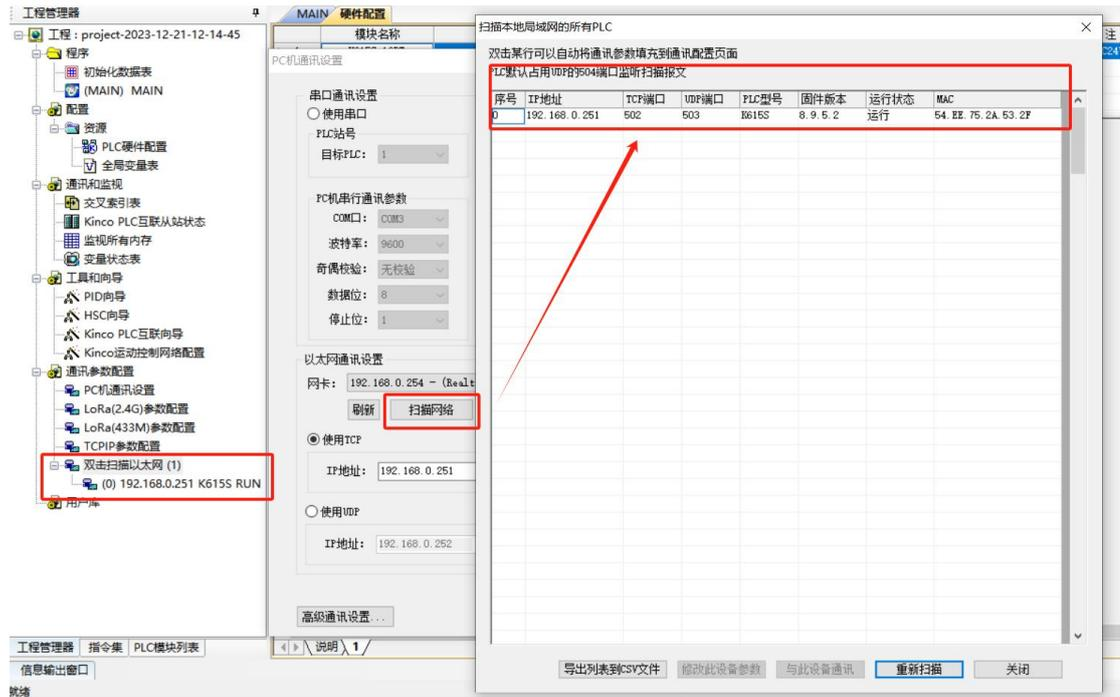

图 6.6-6 扫描结果
- [双击扫描以太网]后，网络中连接的所有 PLC 会出现在左侧设备树该栏目下，如下图 6.6-6 左侧所示。
- 使用 [PC 机通讯设置] 下的 [扫描] 会弹出 [扫描本局域网的所有 PLC] 弹窗，网络中连接的所有 PLC 也会出现在该弹窗内，如下图 6.6-6 右侧所示。